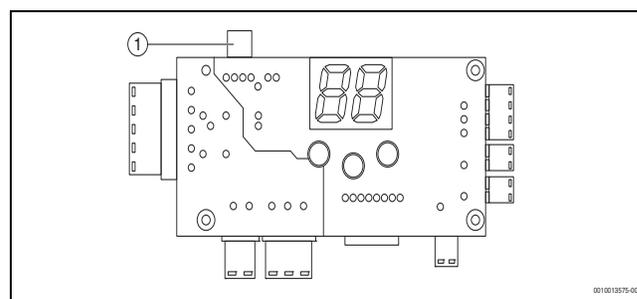
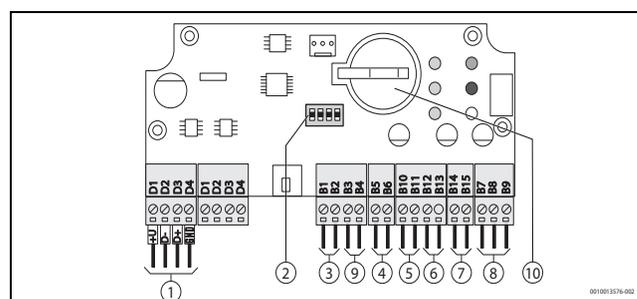

Bild 3 Anschluss D der Heizgerätedieneinheit
Bild 4 Anschlüsse des EKR-Moduls
- ▶ Steuerung des Heizgerätes (Anschluss D→Abb. 3) an den gekennzeichneten Klemmen des EKR-Moduls (Anschluss J1→ Abb. 4, [1]) mit dem Datenkabel verbinden. Das Datenkabel ist Bestandteil der Lieferung.
- Anschluss B7 (NC), B8 (COM), B9 (NO) (J10) - Störungsmeldungen Heizgeräte
Die intelligente Warmwasserbereitung (iWW) ist nur möglich, wenn das EKR-Modul und der externe Temperaturfühler des Warmwasserspeichers (SEN2) an die Geräteelektronik angeschlossen sind. Dabei generiert die Regelung einen Bedarf oder zählt für die Aufheizung vom Zeitpunkt der WW-Entnahme zurück. Diese Funktion wird durch das EKR-Modul bereitgestellt, das eine Echtzeituhr (RTC-Modul) für die Zeitsteuerung enthält. Entsprechend dem so festgelegten Zeitplan wird die Warmwasserbereitung vor dem üblichen Warmwasserverbrauch aktiviert bzw. im umgekehrten Fall unterdrückt. Die Funktion ist aktiv, wenn der Warmwasserspeicher installiert und für den Parameter SE65 der Wert 1 festgelegt wurde. Die Parameter (SE65 und SE66) sind für den normalen Speichertyp bereits festgelegt. Die übrigen Parameter stimmen mit denen für die standardmäßige Warmwasserbereitung überein (außer WW-Thermostat). Der Zeitspeicher arbeitet mit einer CR2032-Batterie (→ Bild. 4, S. 5, [10]), die alle 5 Jahre auszutauschen ist. Die Batterielebensdauer beträgt bis zu 10 Jahre.